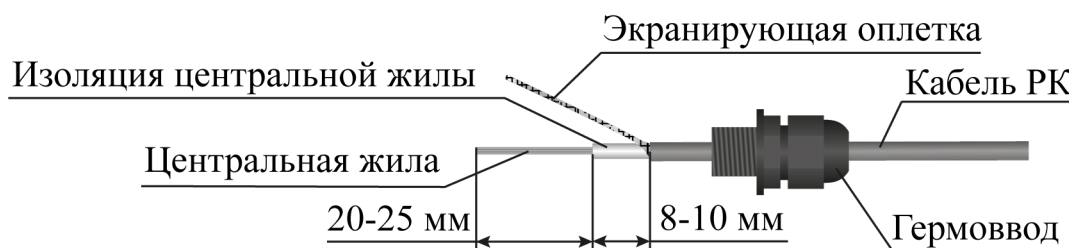

Рисунок 4.41
– на кабель РК надеть гермоввод, корпус муфты (рисунок 4.41);
– слегка затянуть накидную гайку гермоввода (рисунок 4.41);
- снять изоляцию центральной жилы, оставив 8 - 10 мм до края внешней изоляции (рисунок 4.41);
- обкусить центральную жилу, оставив 20 – 25 мм (рисунок 4.41)